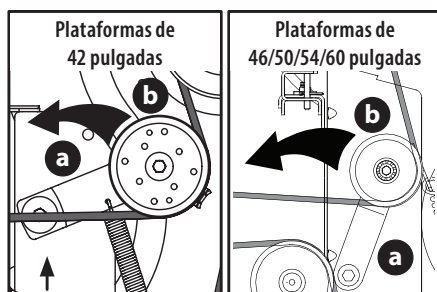

Figura 42
- a. Usando la manija de elevación de la plataforma, o el pedal y la perilla de elevación de la plataforma, o el pedal y el pasador de elevación de la plataforma, levante la plataforma a la posición que le ofrece mayor recorrido horizontal de la correa entre las poleas locas de la plataforma y la polea de la PTO en la base del motor (Figura 42).
- b. Desde la parte media del tractor, haga girar el soporte de polea loca (a) y la polea loca móvil (b) hacia atrás, justo lo suficiente para levantar la correa, por encima de la polea del husillo (Figura 42).